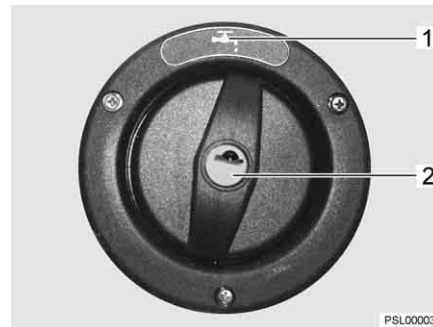

Fig. 66 Couvercle de fermeture pour bec de remplissage d'eau potable
- ▶ Le bec de remplissage d'eau potable est désigné par le symbole  (Fig. 66,1).
- Insérer la clé dans le barillet (Fig. 66,2) et la tourner dans le sens inverse des aiguilles d'une montre.